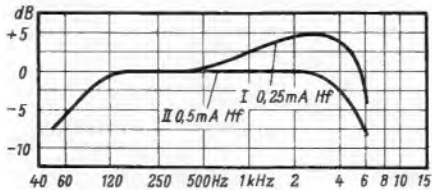
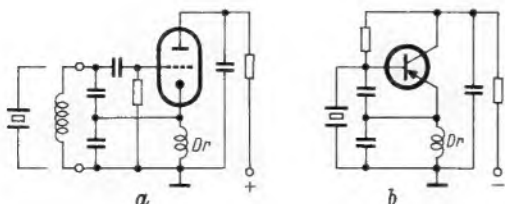

Bild 6. Frequenzgang mit zwei verschiedenen Werten für die Hf-Vormagnetisierung bei einer Filmgeschwindigkeit von 6,85 cm/sec
Bild 4. Modifizierte Colpitts-Schaltung; a = Röhren-Oszillator mit Katodenrückkopplung; b = Transistor-Oszillator mit Emitterrückkopplung
Bild 4. Der Tunnel-Dipper mit abgenommener Gehäusekappe. Die Steckspulen sind in Schaumgummi gebettet im Deckel untergebracht (rechts). Das Schaumgumpolster verhindert außerdem ein Beschädigen oder Zerkratzen des Instrumentes
In Bild 4 gibt die Kurve a die Kennlinie eines Agfa-Magnettonbandes vom Typ FR 6 wieder, das seit längerer Zeit für Randspuren verwendet wird. Die mit b bis d bezeichneten Kennlinien beziehen sich auf neuere Bandtypen, die speziell für die Verwendung als Randspuren entwickelt wurden. Diese Kennlinien zeigen einen Pegelgewinn von etwa 5 dB gegenüber der Kurve a. Der Pegelgewinn wurde durch Herabsetzen der selbstentmagnetisierenden Einflüsse erzielt.
Bild 4. Wiedergabe-Pegel und Klirrfaktor als Funktion des Vormagnetisierungsstroms, gemessen bei einem Vorschub von 6,85 cm/sec, Vormagnetisierung 40 kHz, Nf-Strom 0,01 mA, Frequenz 1 000 Hz
Zum Aufzeichnen wird auch bei der Randspur eine hochfrequente Vormagnetisierung angewendet. Die Stärke des hochfrequenten Stromes beeinflusst jedoch den Frequenzgang und den Verzerrungsgrad der Aufzeichnung. Bild 4 zeigt Kennlinien, die zum Bestimmen des optimalen Arbeitspunktes dienen. Die senkrechte strichpunktierte Linie führt durch das Minimum der Klirrfaktorkurve.
Für kleine Bandgeschwindigkeiten wird die Hf-Amplitude so niedrig gewählt, daß bei mittleren Frequenzen etwa der maximale Wiedergabepegel erreicht wird. Beim 8-mm-Schmalfilm mit seiner geringen Spurbreite und der größeren Steifigkeit des Trägermaterials im Vergleich zum Tonband erwies sich, wie Messungen ergaben, eine stärkere hochfrequente Vormagnetisierung als günstiger. Dadurch wirken sich Unterschiede im mechanischen Kontakt zwischen Kopf und Randspur, die bei dem steifen Film leichter auftreten können als bei dem schmiegsameren Tonband, bei weitem nicht so störend als Amplitudenschwankungen aus. Für den Hf-Strom wurde deshalb ein Arbeitspunkt (Bild 4) gewählt, der etwa 2,5 dB unter dem Empfindlichkeitsmaximum liegt. Damit wird eine reinere und gleichmäßigere Tonwiedergabe auf Kosten einer geringen Einbuße an den hohen Frequenzen erzielt.
Den Frequenzgang für zwei verschiedene Werten der Hf-Vormagnetisierung gibt Bild 6 wieder; er bezieht sich auf die mit a (in Bild 4) bezeichnete Randspur. Die Kurve I zeigt den Verlauf für 0,25 mA Hf-Strom (etwa dem Pegelmaximum bei 1 kHz entsprechend), Kurve II den für 0,5 mA (dem gewählten Arbeitspunkt entsprechend).
In welcher Weise der Verzerrungsgrad von der Vormagnetisierung abhängt, zeigt in Bild 4 die Kurve  $a_k$  für die Randspur a. Die Klirrfaktorkurve ( $k_3$ ) hat im gewählten Arbeitspunkt ein Minimum. Die  $k_3$ -Kurven der anderen Bandsorten verlaufen ähnlich und sind deshalb nicht dargestellt.
Auch hier sind zunächst wieder in Bild 4 die Grundschialtungen mit Röhre und Transistor gegenübergestellt. Dabei wird, wie aus dem Bild hervorgeht, die Röhre in Anodenbasisschaltung, der Transistor entsprechend in Kollektorschaltung be-
**2a. Ein 470-kHz-Zf-Abgleichoszillator nach Grundschialtung Bild 4**
Bild 6. Schaltungen mit zusätzlichem Schwingkreis und Quarz im Rückkopplungsweg; a = Emitterschaltung; b = Basisschaltung mit kapazitiver Anzapfung; c = Basisschaltung mit induktiver Anzapfung
Einige Grundschialtungen, bei denen der Quarz als Übertragungsglied im Rückkopplungsweg liegt, zeigt Bild 6.